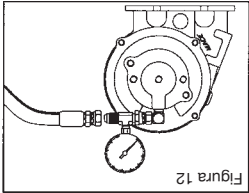

Figura 12
1. Instale los componentes del juego de activación adecuados, según se describe en las páginas 23 a 28. En las transmisiones automáticas Aisin, asegúrese de que el orificio de lubricación se encuentre instalado en el puerto de la carcasa de la PTO, tal como se ilustra en la Figura 12. Utilice solamente la conexión provista con el kit a fin de garantizar una transmisión adecuada. Las transmisiones Allison con bloqueo neutral deben instalarse en un circuito separadas del circuito de activación de la PTO. Los circuitos se alimentan a través de la presión principal de la transmisión y deben conectarse juntos, cerca del puerto de presión principal (puerto "P") como se muestra en los diagramas de las páginas 23-28.
- b. Instale un manómetro de 400 PSI en el puerto del émbolo de la PTO. (Figura 12) (manómetro de 150 PSI para sistemas neumáticos).
- c. Instale un segundo manómetro de 400 PSI frente al adaptador de pantalla de la válvula solenoide. (Figura 12) (manómetro de 150 PSI para sistemas neumáticos).